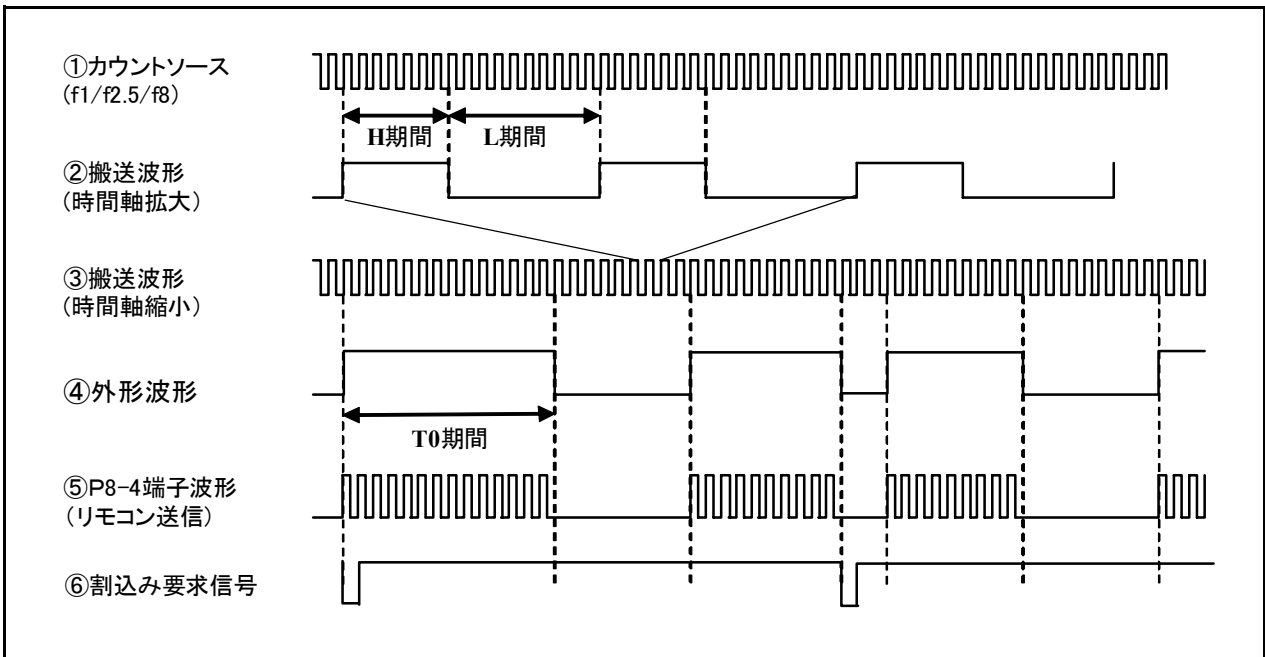
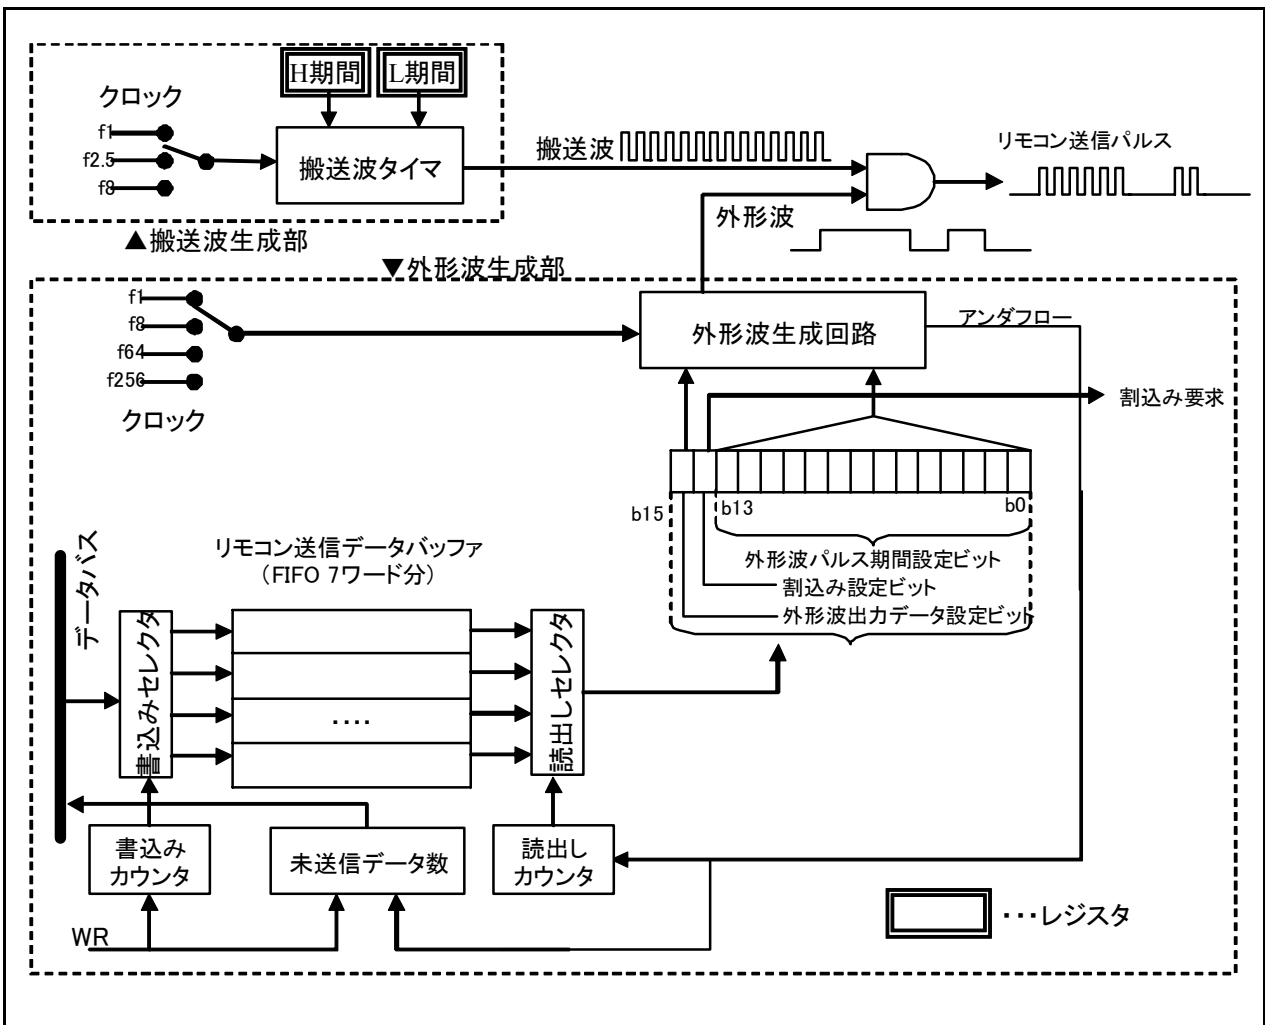

図 14.18 リモコン送信回路出力波形
図 14.19 リモコン送信回路ブロック図
リモコン送信回路は、キャリアと外形波の2種類のパルスを合成し、マイコン端子より出力します。リモコン送信機能の仕様を表14.5に、リモコン送信回路出力波形を図14.18に、リモコン送信回路ブロック図を図14.19に示します。
- ・キャリアはメインクロックを分周して得られる任意の幅の連続パルスです。(図14.18 波形②、③)
- ・外形波は送信データバッファから、端子出力値(“H” / “L”)とパルス幅を順次読み出すことにより生成される波形です。(図14.18、波形④)
- ・キャリアと外形波を合成し得られる波形を端子から出力します。(図14.18、波形⑤)
また、1重誤りの場合はデコード値を訂正して出力し、2重誤りの場合はエラー情報のみを出力します。図14.18にデコード結果を、図14.19にハミング8/4レジスタの構成を示します。